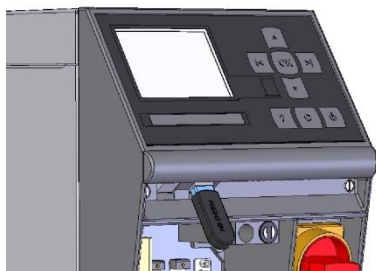

Fig. 73: Connecter le support de données USB
2. Connecter le support de données USB (Fig. 73).